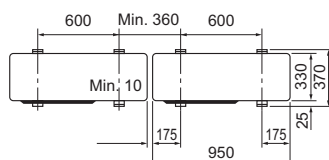

Fig. 3-1
- Обязательно устанавливайте прибор на твердой ровной поверхности для предотвращения его дрейфования во время эксплуатации. (Fig. 3-1)